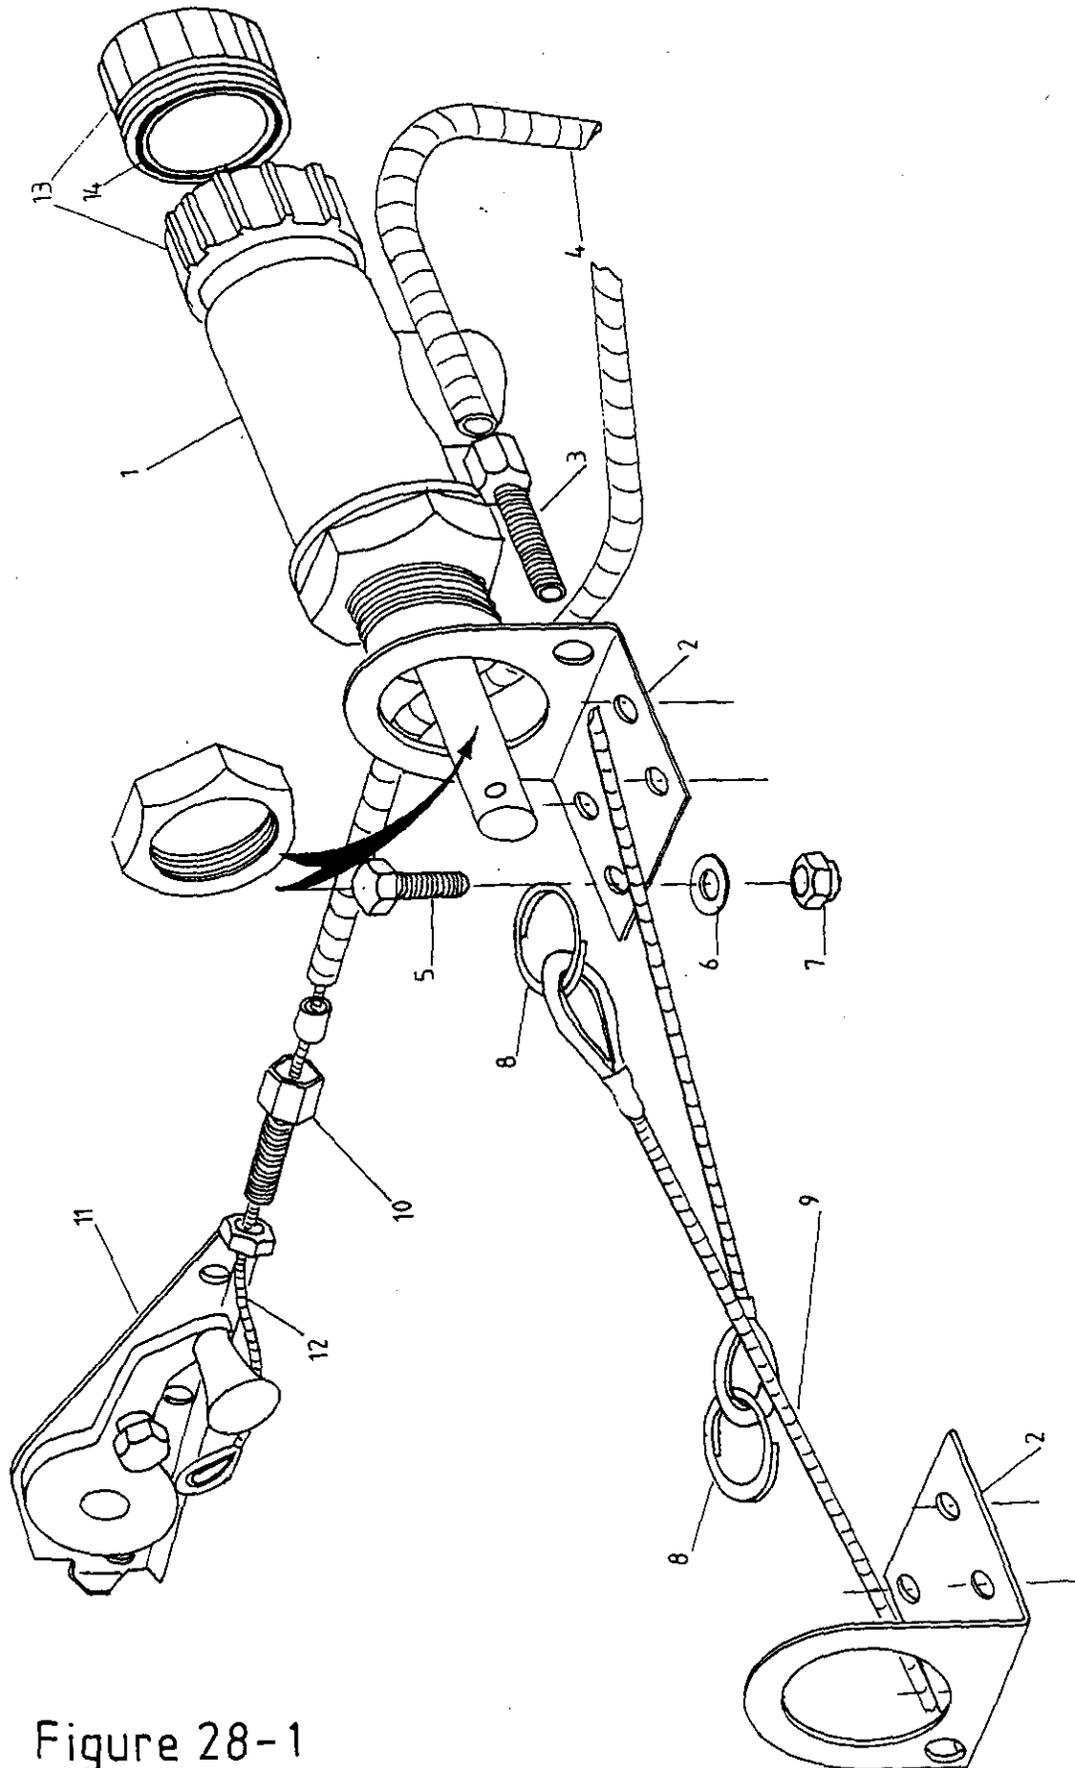

Figure 28-1
- Figure 28-1 : Commande manuelle water-ballast dans le fuselage